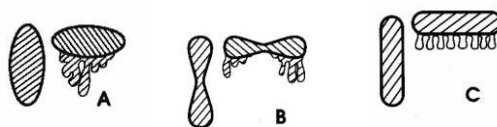

Рис.2 Форма полученного пятна
3.10 Форма факела должна соответствовать поз. С (см. рис.2).